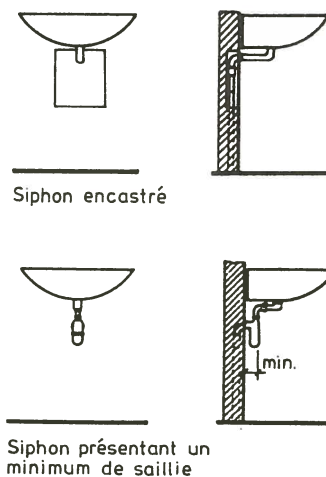

Fig. 11 Largeur du couloir: x
- Toutes les **portes** d'accès aux locaux de WC adaptés aux handicapés doivent, en largeur, laisser **un vide de passage de 80 cm et s'ouvrir vers l'extérieur** – mesure évitant la réduction de la surface de dégagement et facilitant, en cas de besoin, l'ouverture de la porte du dehors. Il faut laisser l'espace nécessaire à l'ouverture complète de la porte (fig. 11). Afin de faciliter la fermeture de la porte, il faut monter sur sa face interne, une poignée auxiliaire horizontale, située à 90 cm de hauteur (fig. 4).
- **Vide de porte:** (cf. fig. 11)